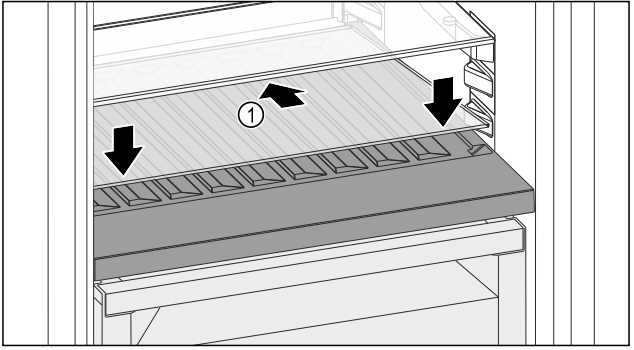

Fig. 146
► 向后下方倾斜放置玻璃隔板 Fig. 146 (1)。
► 放低玻璃隔板 Fig. 146 (1) 前部。